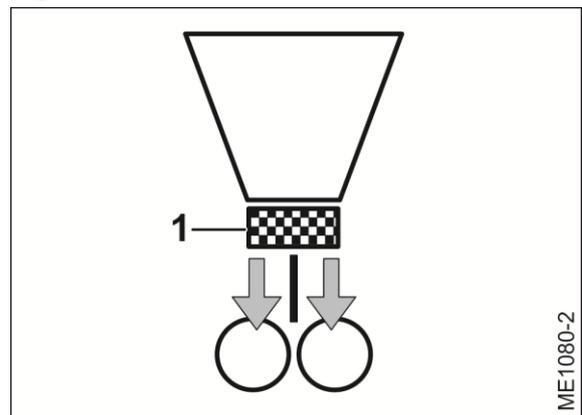

Fig. 166
- versorgt 1 Dosierer (Fig. 166/1) beide Verteilerköpfe gleichmäßig mit Saatgut oder Dünger.